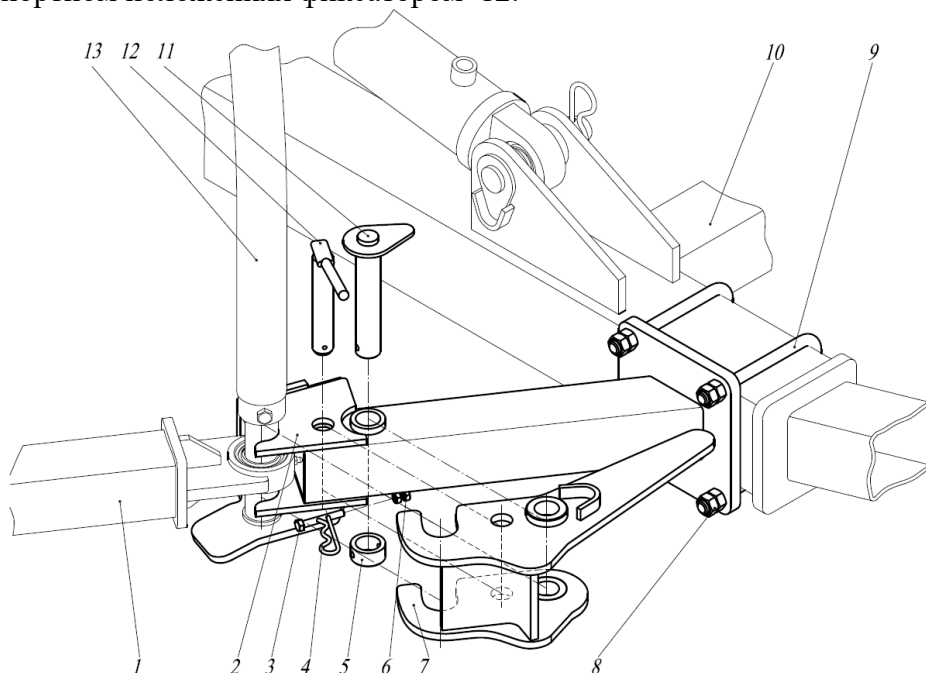

Рис.15 Кронштейн в сборе СГВ 01.190 (СГВ 01.190-01)
2.1.11 Через кронштейны в сборе (рис.15) растяжками в сборе 1 боковые балки связаны со сницей 10. Кронштейн в сборе состоит из кронштейна 2, который включает в себя опору оси водила 13 и захват этой оси, и крепится на снице 10 скобами 9 и гайками 8. На кронштейне 2 осью 11 крепится замок 7. Замок 7 фиксируется в рабочем или транспортном положениях фиксатором 12.